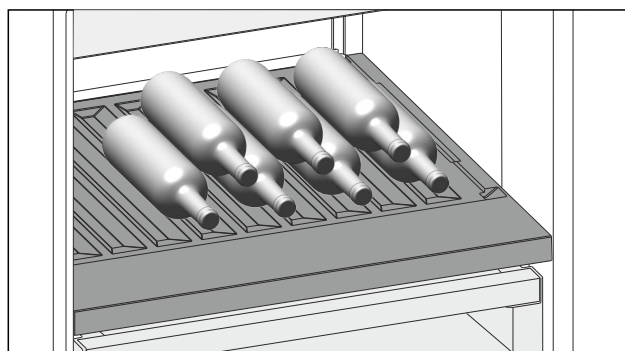

Fig. 152 Ilustrační zobrazení
- ▶ Láhve ukládejte dnem dozadu k zadní stěně. (viz Fig. 152)